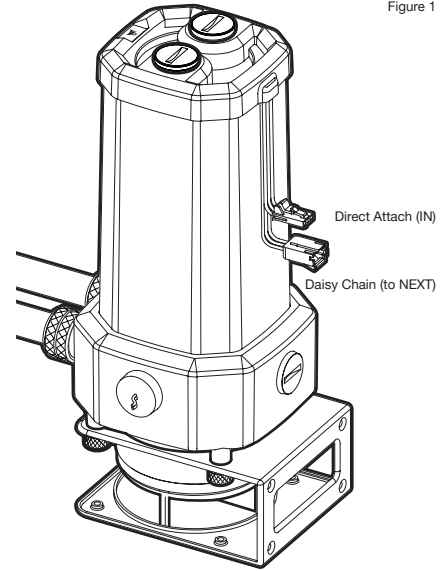

Figure 1
1. Finden Sie den richtigen RGB-Stecker am Reservoir-Pumpeinheit (Abbildung 1).